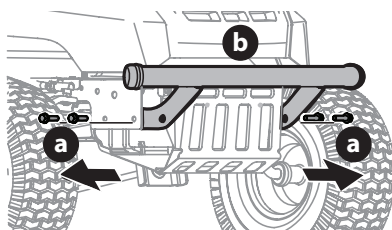

Fig. 60
- Retirez les quatre vis hexagonales (a) qui maintiennent le pare-chocs avant en place (Fig. 60).
- Le pare-chocs avant (b) peut maintenant être retiré (Fig. 60).